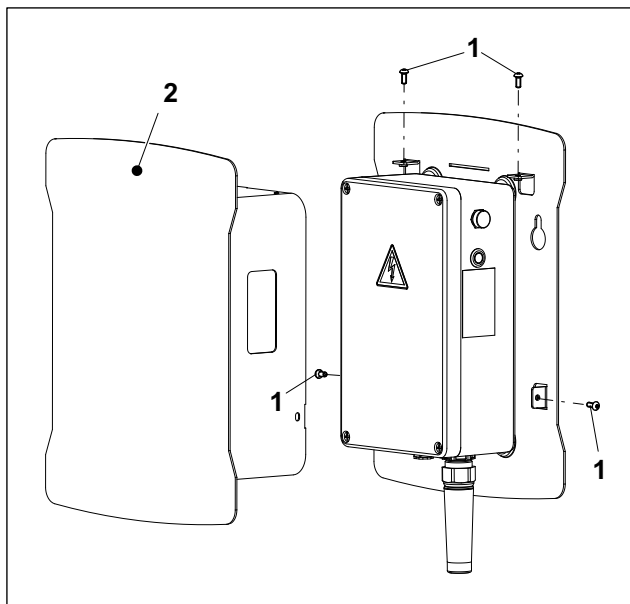

Fig. 7 Wallbox basicEVO avec capot de protection
10. Poser le capot de protection (fig. 7/2) et serrer les quatre vis M4x10 (fig. 7/1) (1,8 Nm). Les quatre vis font partie du jeu de pièces détachées.